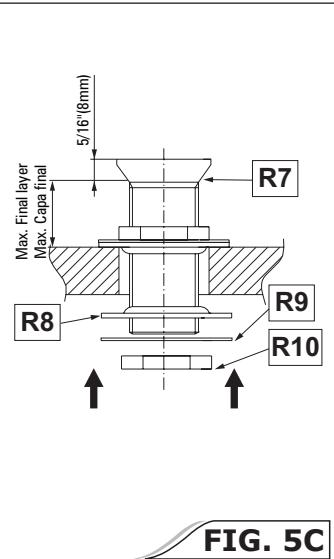

FIG. 5C
- Put the rubber washer (**R8**), metal washer (**R9**) onto the connector (**R7**) from the bottom and screw on the mounting nut (**R10**). **Fig. 5C**
- Check the correct height position of the connector (**R7**) with the recommended distance from top of connector to the top of unfinished deck. (See example above) Top of connector should protrude from final layer 5/16" (8mm). Adjust if necessary. Tighten the bottom nut (**R10**) using wrench or adjustable spanner. **Fig. 5C**
- Poner la arandela de caucho (**R8**) y de metal (**R9**) en el manguito (**R7**) desde arriba y, luego atornillar la tuerca de montaje (**R10**). **Fig. 5C**
- La parte superior del manguito debe salir de la última capa a unos 5/16" (8mm). Ajustar cuando sea necesario. Atornillar la tuerca inferior (**R10**) con una llave o una llave reguladora. **Fig. 5C**